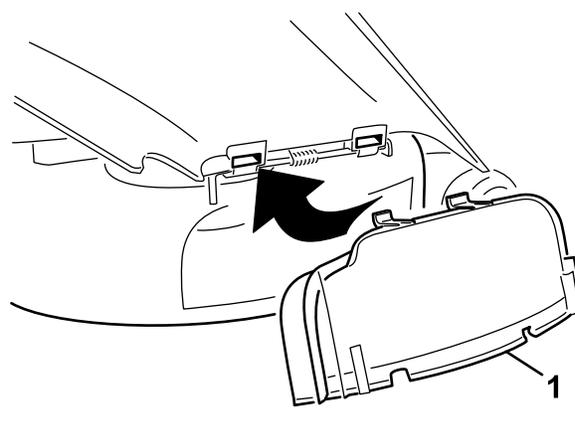

Figura 26
- Rode a cobertura de descarga para baixo para cima da abertura e para o rebordo inferior do cortador (Figura 26).
- Fixe a cobertura de descarga ao rebordo inferior do cortador com 2 parafusos (1/4 x 2 1/2 pol.) e 2 porcas cegas (1/4 pol.) conforme indicado em Figura 26.